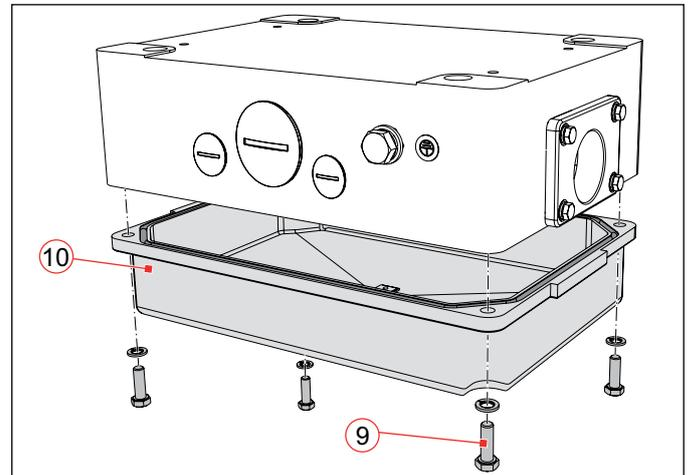

Abb. 31: Zur Vorbereitung der Montage den Deckel (10) unten am Abzweigkasten abnehmen
- ▶ Zur Vorbereitung der Montage die 4 Sechskantschrauben M8 (9) des Deckels (10) unten am Abzweigkasten lösen (**Abb. 31**).
- ▶ Den Deckel (10) zusammen mit eingeklebter Dichtung abnehmen.
Der Deckel des Abzweigkastens muss abgenommen sein (siehe **Abb. 31**).
Nach Prüfung aller Kabelanschlüsse auf richtige Verlegung und festen Sitz, den Deckel unten am Abzweigkasten wieder montieren, siehe **Abb. 31**.